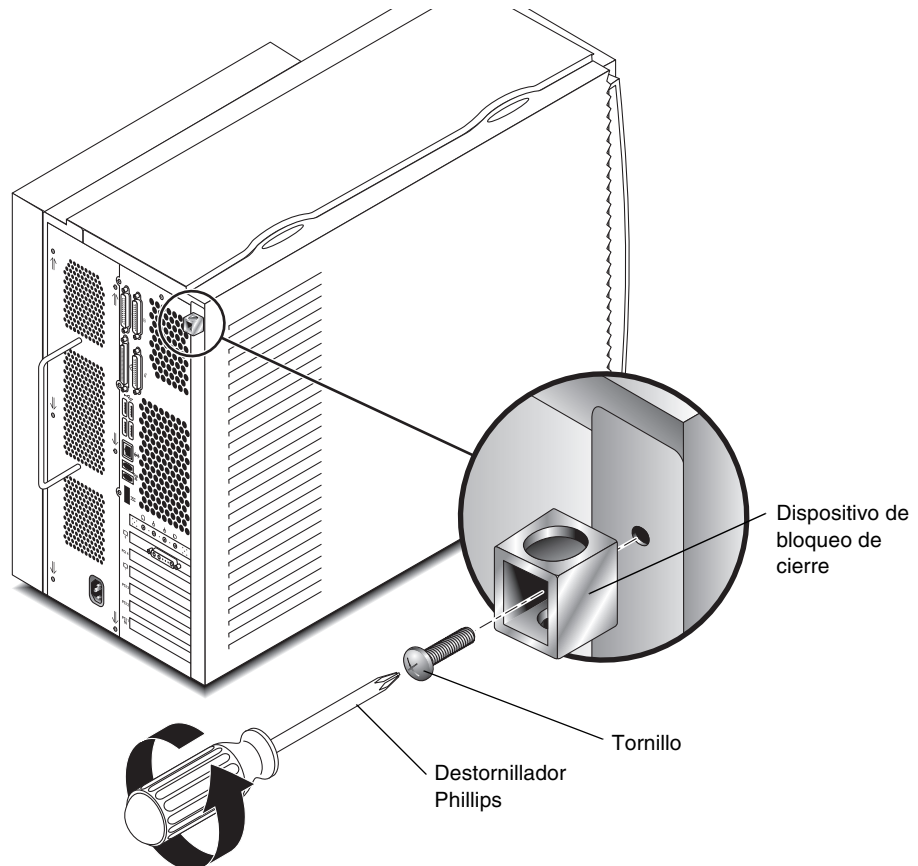

FIGURA 7 Extracción del dispositivo de bloqueo de cierre
1. Extraiga el dispositivo de bloqueo de cierre si está instalado (consulte la FIGURA 7).
3. Si lo desea, instale un dispositivo de bloqueo de cierre en el panel posterior de la estación de trabajo. Consulte la FIGURA 7.